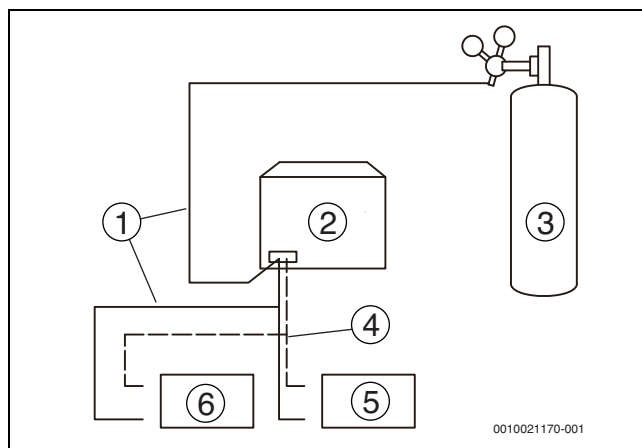

Fig. 100
4. Utilizar tapones ciegos para bloquear todas las aperturas del lado líquido (de gas), excepto las aperturas en la unidad interior que es la más distante de las unidades exteriores ("unidad interior A" en la imagen 100).